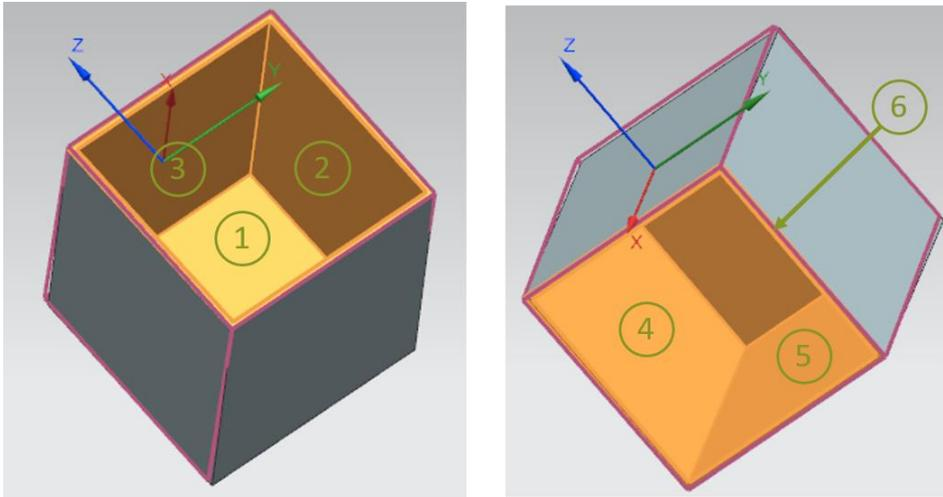
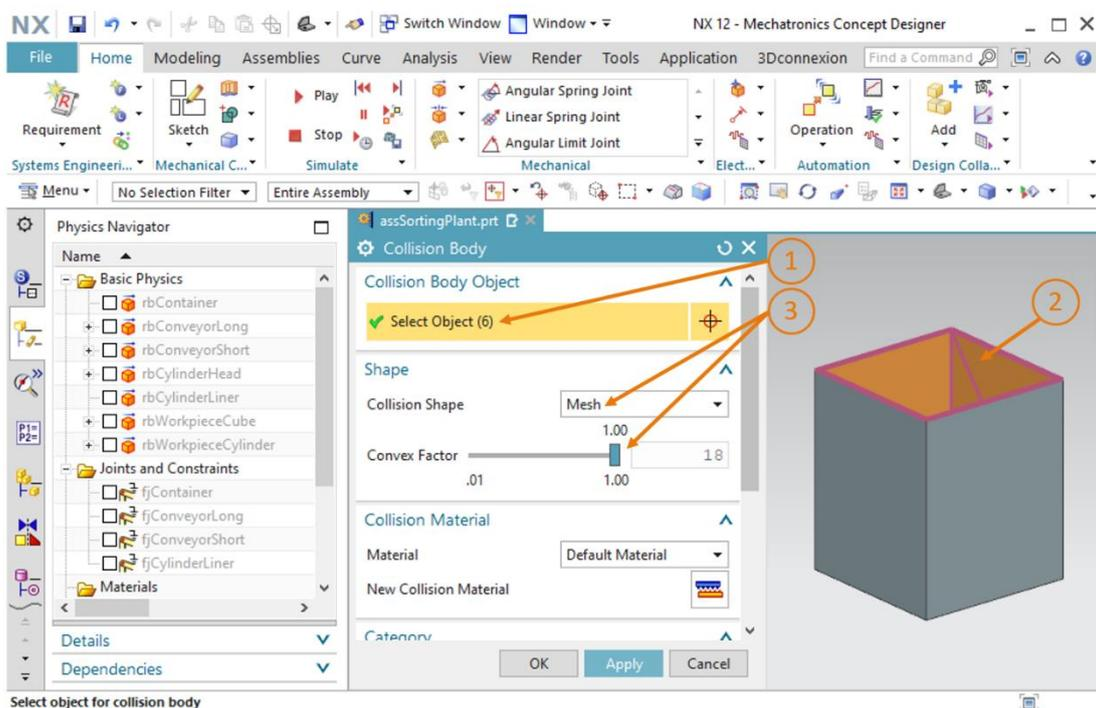

Figure 31 : Surfaces de collision des conteneurs sous différents angles de vue
Figure 32 : Création d'un corps de collision pour un conteneur
Comme déjà indiqué, le seul but de ce modèle est de conserver les corps dans l'intérieur du conteneur. Par conséquent vous n'avez qu'à sélectionner les surfaces dans le conteneur pouvant entrer en contact avec les pièces à usiner. La Figure 31 montre que six surfaces peuvent être sélectionnées. Cinq surfaces forment l'intérieur du conteneur (voir Figure 31, surfaces 1 – 5), et une surface forme le cadre supérieur (voir Figure 31, surface 6).
- D'abord, créez un corps de collision pour le premier conteneur dans lequel les pièces à usiner "workpieceCylinder" seront triées par l'éjecteur. Ouvrez pour cela la commande "Collision Body" (Corps de collision). Une fois que vous avez cliqué sur le bouton "**Select Object**" (Sélectionner l'objet) dans la fenêtre de commande, sélectionnez les **six surfaces**, comme montré à la Figure 31 (voir Figure 32, étapes 1 + 2). Sélectionnez "**Mesh**" (Maillage) avec un Convex factor (facteur convexe) de "**1.00**", comme indiqué à la Figure 32, étape 3. Vous devez utiliser la forme de collision Maillage, car vous voulez représenter un corps intérieur qui ne peut pas être représenté avec une forme géométrique simple. Cette forme de collision requiert toutefois plus de capacité de calcul que les formes simples dans une simulation. Spécifiez "**cbContainerCylinder**" comme nom et confirmez les réglages en cliquant sur le bouton "**OK**".